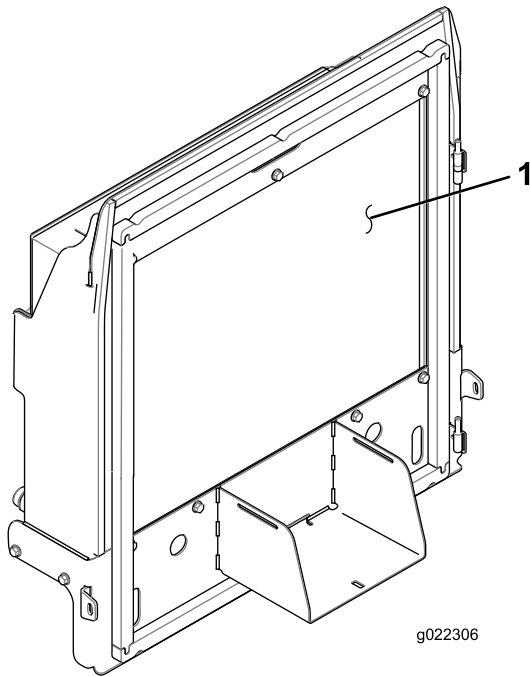

Figura 70
4. Pulite accuratamente entrambi i lati del radiatore/refrigeratore dell'olio utilizzando aria compressa (Figura 70).